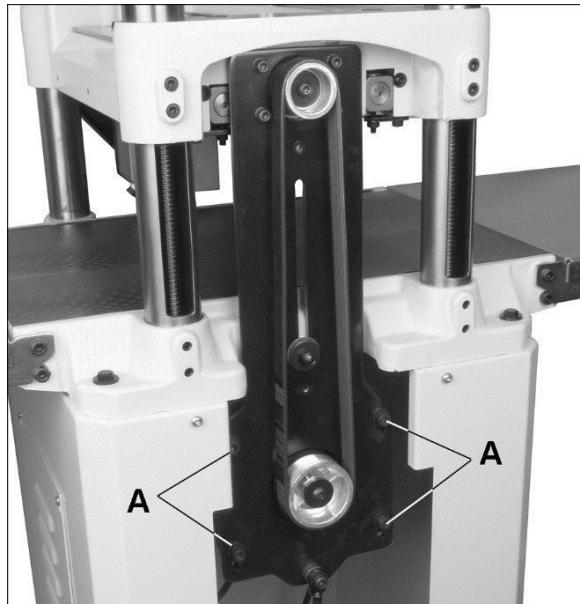

Рисунок 7-1
2. Снимите боковую панель и ограждение ремня. См. Рисунок 7-1.
3. Ослабьте четыре болта (A, рис. 7-1) с помощью шестигранного гаечного ключа на 6 мм и слегка опустите двигатель, добившись натяжения ремня.
5. Затяните болты (A) и установите на место ограждение ремня и боковую панель.